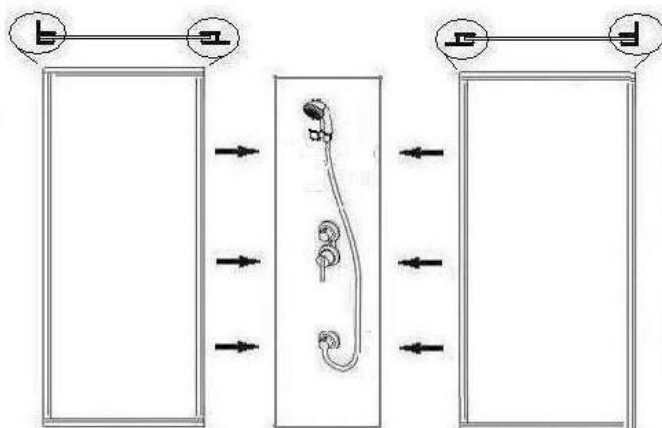

Рис.3
3.2. Сборка задних стенок (рис.3) .
Совместите отверстия для крепежа на центральной стойке /4/ и на задних стенках /6/ скрепите их с помощью саморезов 4*8 /27/ (рис. 3)